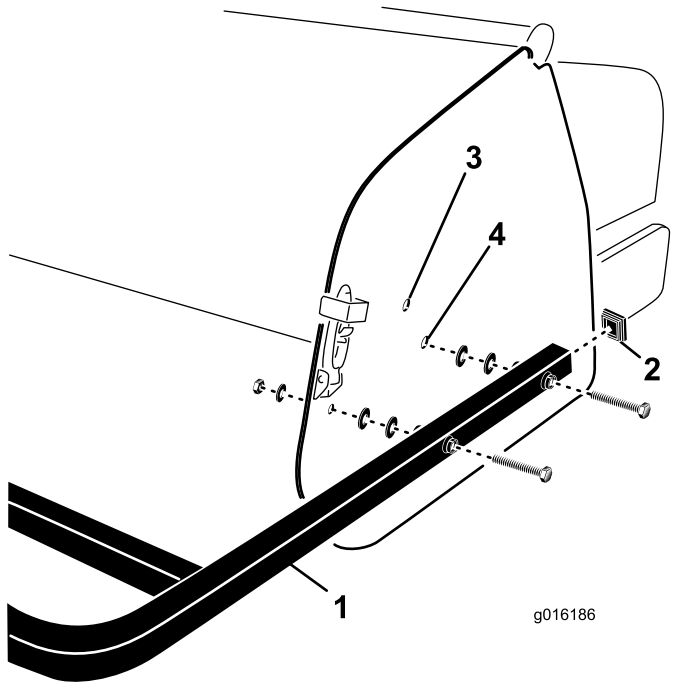

Figura 32
1. Introduzca los tapones en los extremos de los tubos del protector trasero (Figura 32).
2. Alinee los taladros de los tubos de montaje del protector trasero con los taladros de las chapas laterales del aireador (Figura 32).
3. Fije bien los tubos de montaje a las placas laterales utilizando 4 tornillos, arandelas planas y tuercas (Figura 32).